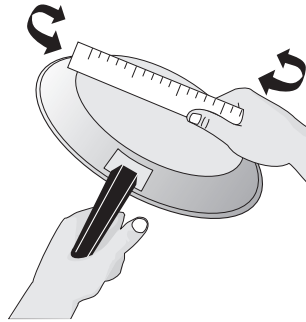
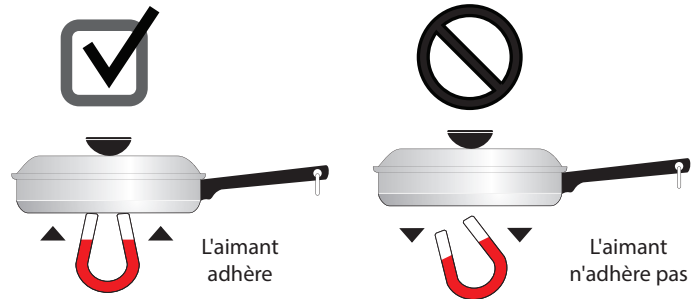

Figure 2: Test de la règle
Figure 4: Test de l'aimant
Le type d'ustensile de cuisson utilisé et sa dimension influencent le réglage de la température nécessaire à l'obtention de résultats de cuisson optimaux. Assurez-vous de suivre les recommandations relatives à l'utilisation des ustensiles appropriés, tel qu'illustré sur la Figure 2 et la Figure 4.
Vérifiez que le fond des ustensiles de cuisson est bien plat en y faisant tourner une règle (voir Figure 2). Les ustensiles de cuisson doivent avoir un dessous plat qui entre bien en contact avec toute la surface de la zone de cuisson (voir Figure 6 à la page 11).
- **Acier inoxydable** – Conducteur de chaleur lent qui donne des résultats de cuisson variables. Il est durable, facile à nettoyer et il résiste aux taches. Certains types d'acier inoxydable ne fonctionneront pas sur une table de cuisson à induction. Utilisez le test de l'aimant (Figure 4) pour vérifier le magnétisme de votre ustensile de cuisson en acier inoxydable.
- **Émail vitrifié sur métal** – Les caractéristiques de chauffage varient selon le matériau de base. Un ustensile fait d'un métal compatible recouvert d'émail vitrifié fonctionnera sur une table de cuisson à induction. Utilisez le test de l'aimant (Figure 4) pour vérifier le magnétisme de votre ustensile de cuisson en émail vitrifié. To see if a piece of cookware will work on your induction cooktop, try to stick a magnet to it. If the magnet clings firmly to the bottom of the cookware, the cookware will work on your induction cooktop.
Pour vérifier qu'un ustensile de cuisson fonctionnera sur votre table de cuisson à induction, essayez d'y faire coller un aimant (voir Figure 4).